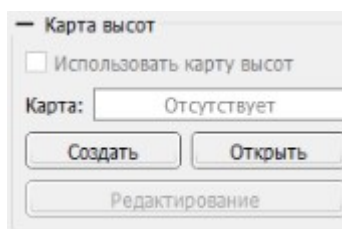

Рисунок 11: Панель
Панель *Карта высот* показана на рис. 11. Чтобы панель стала доступной установите галочку *Карта высот* в разделе *Панели меню Сервис* → *Настройки*.
- 8) Чтобы использовать построенную карту высот при выполнении программы G-кода, на панели рис. 11 нажмите кнопку **Редактирование** для выхода из режима построения карты и поставьте галочку **Использовать карту высот**.
- 9) При необходимости сохраните построенную карту высот, нажав кнопку **Создать** на панели рис. 11.
- 2) На панели рис. 11 нажмите кнопку *Открыть* и выберите требуемый файл карты высот.